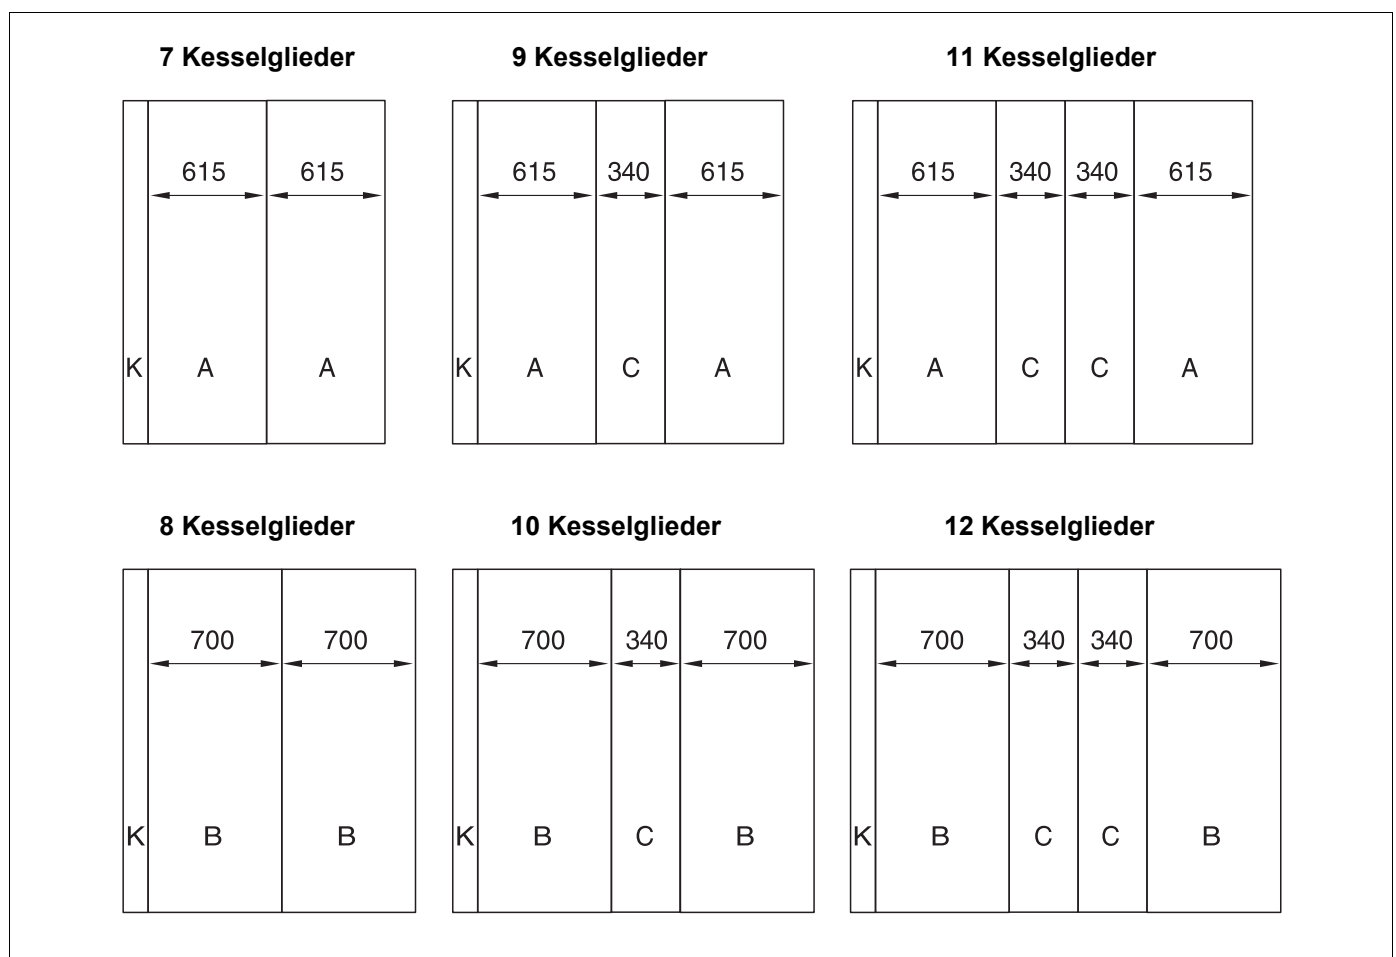

Bild 48 Anordnung der Seitenwandteile bei den verschiedenen Kesselgrößen (Maße in mm)
- Montieren Sie alle Seitenwände gemäß dem Anordnungsplan (Bild 48).